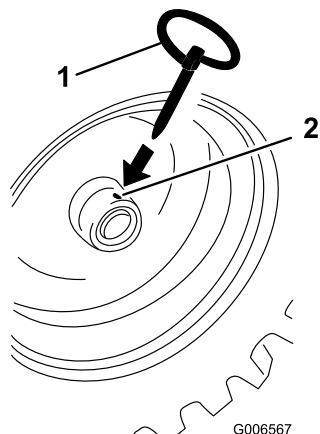

Figure 5
- Glissez les roues vers l'extérieur et insérez les goupilles dans les trous du moyeu et le trou **extérieur** de l'essieu (Figure 5).